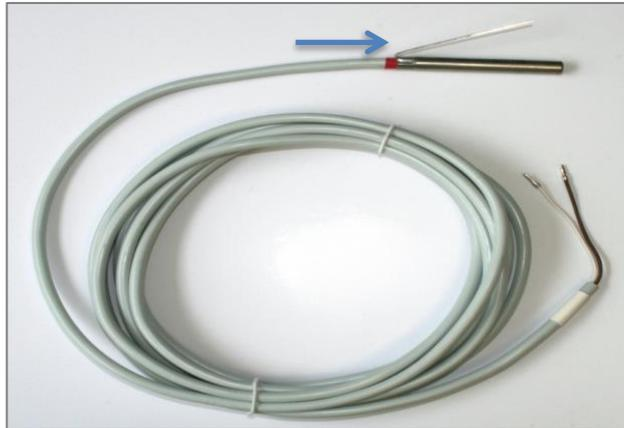

Abbildung 13: Temperaturfühler mit Spannlasche (siehe Pfeil)
- Der Temperaturfühler besitzt eine Spannlasche aus Federstahl zur sicheren Positionierung in der Tauchhülse. Biegen Sie die Spannlasche vor Einbau in die korrekte Position (siehe Abbildung 13).